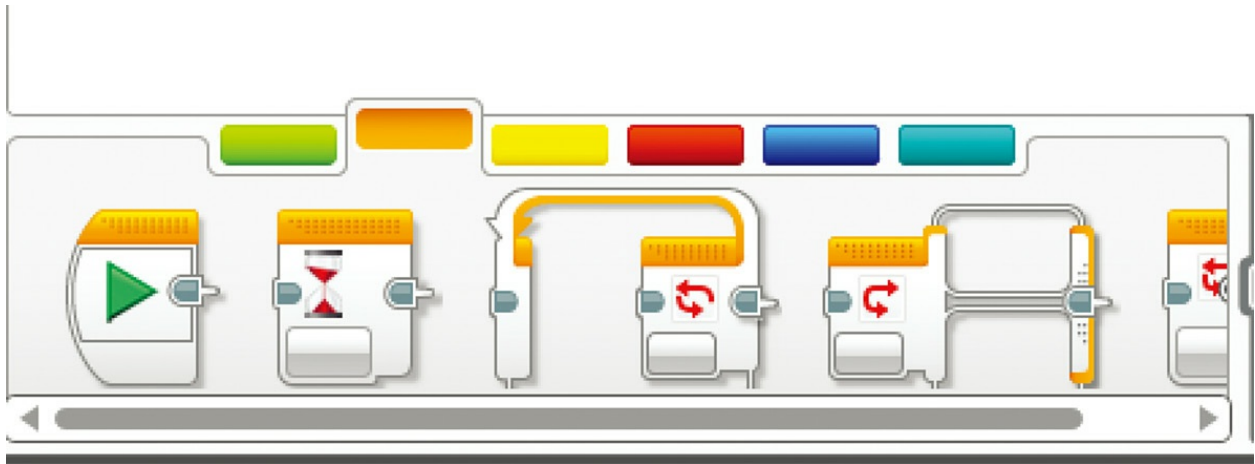

图7.32 使用一个切换模块
1. 从橘黄色托盘单击并拖曳出切换模块（如图7.32所示），然后将它放在画板上。